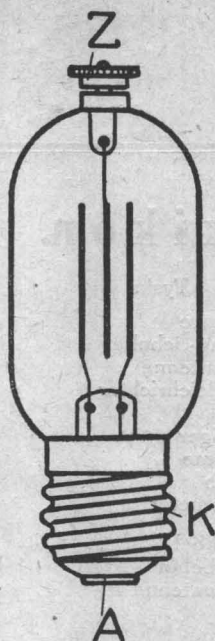
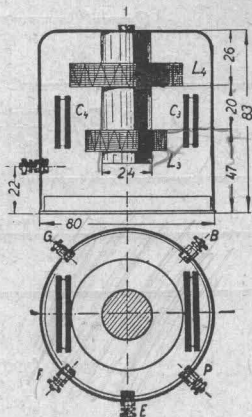

Fig. 2.
Fig. 3. Mellanfrekvenstransformator (Filter).
Glimreläet består av tre elektroder: Anoden (A), katoden (K) och tändelektroden (Z). Såsom framgår av namnet, äger en urladdning rum mellan elektroderna, och härvid betäckes anoden med ett matt, lysande glimskikt. Fig. 2 visar glimreläets konstruktion och fig. 3 en s. k. demonstrationskoppling. Av kopplings-schemat framgår, att såväl tändelektrodens spänning V_z som reläspänningen V_r kunna varieras. Lämna man kontakten Z tom och höjer reläspänningen successivt, börjar reläet lysa, då spänningen stigit till ung. 220 volt. Användes glimreläet i kombination med ett
elektronrör eller en fotoelektrisk cell, inställes det-samma på följande sätt: Medelst potentiometern W (fig. 3) regleras V_r och V_z till c:a 180 volt, och fotocellen (eller elektronröret) anslutes så, att strömmen från den-samma höjer tändelektrodens spänning. Då denna kommit upp till ung. 180 volt, äger urladdningen rum, och i sekundärkretsen utlöses en ström om 20—40 mA. Det elektromagnetiska reläet måste vara så konstruerat, att glimreläkretsen brytes, då ankarat attraheras. Denna avbrytare är i figuren betecknad med U.
Fig. 3 och 4.
å 2,500 meter, ty för denna mellanfrekvens är mottagaren konstruerad. För den, som föredrar hemtillverkning, lämnas följande data: Filtret består av 300 primärvarv och 600 sekundärvarv, och kondensatorn C_3 har 1,200 cm. kapacitet. C_4 är om 400 cm. Spärrkretsspolen L_5 har 1,200 varv och kondensatorn C_5 300 cm. För att förhindra koppling mellan filtret och spärrkretsen är det lämpligt att avskärma transformatorerna med en metallkäpa, såsom Fig. 3 och 4 visar.